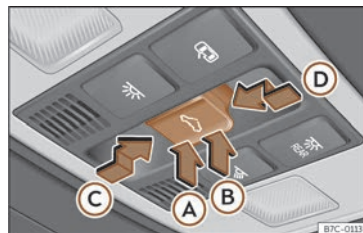

Abb. 60 Im Dachhimmel: Bedienelement für Glasdach.
Der Taster (Abb. 60) hat zwei Stufen. In der ersten Stufe kann das Glasdach ausgestellt sowie ganz oder teilweise geöffnet oder geschlossen werden.
- Innerhalb von etwa 5 Sekunden nach der Aktivierung des Einklemmschutzes, drücken Sie die Taste >>> (Abb. 60) bis zur zweiten Stufe in Pfeilrichtung bis das Dach vollständig schließt.